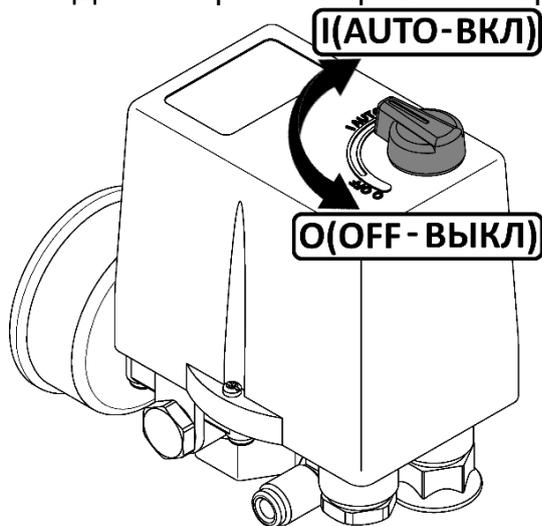

Рисунок 4
- Проверьте, чтобы выключатель на реле давления находился в выключенном положении "O" (рисунок 4).
- 1 Выключить компрессор выключателем на прессостате. Для этого необходимо переключить выключатель в положение "OFF" (см. рисунок 4). После этого остановится электродвигатель и произойдет сброс давления из нагнетательного воздухопровода и поршневого блока.